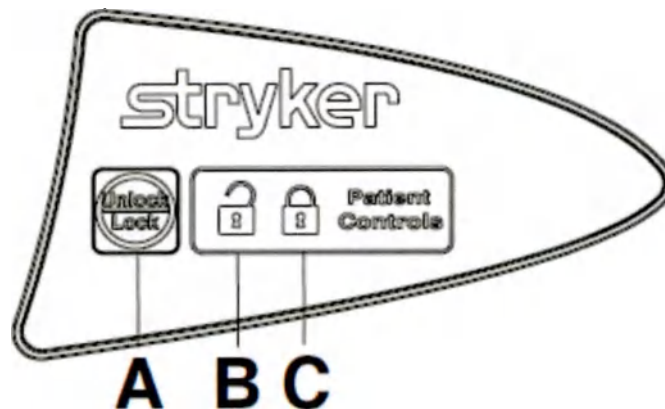

Рисунок 10 – Блокировка пульта управления пациента
Чтобы заблокировать пульт управления пациента, расположенный на боковине, нажмите на кнопку Unlock/Lock (Освободить/Заблокировать) (A) один раз (см рис. 10).